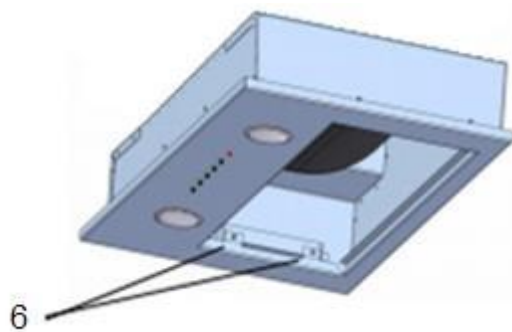

Рис. 4
3. Открутите с внутренней стороны четыре винта (5) (рис. 1) (два слева и два справа) для того чтобы снять маскирующий экран с корпуса вытяжки (рис. 1) и открыть отверстия для крепления корпуса к шкафу (рис. 4).
5. Прикрутите маскирующий экран к корпусу с помощью четырех винтов (5) (рис. 1) с внутренней стороны (рис. 4). 6. Подключите кабель, соединяющий панель управления с турбиной вытяжки (рис. 3).